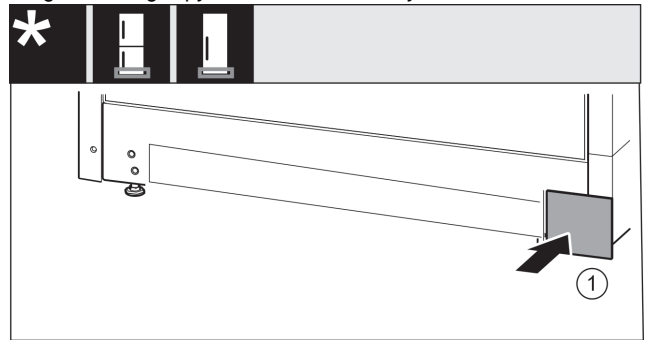

Fig. 38
- ▶ Afdekking Fig. 38 (1) van de andere zijde weer er in steken.